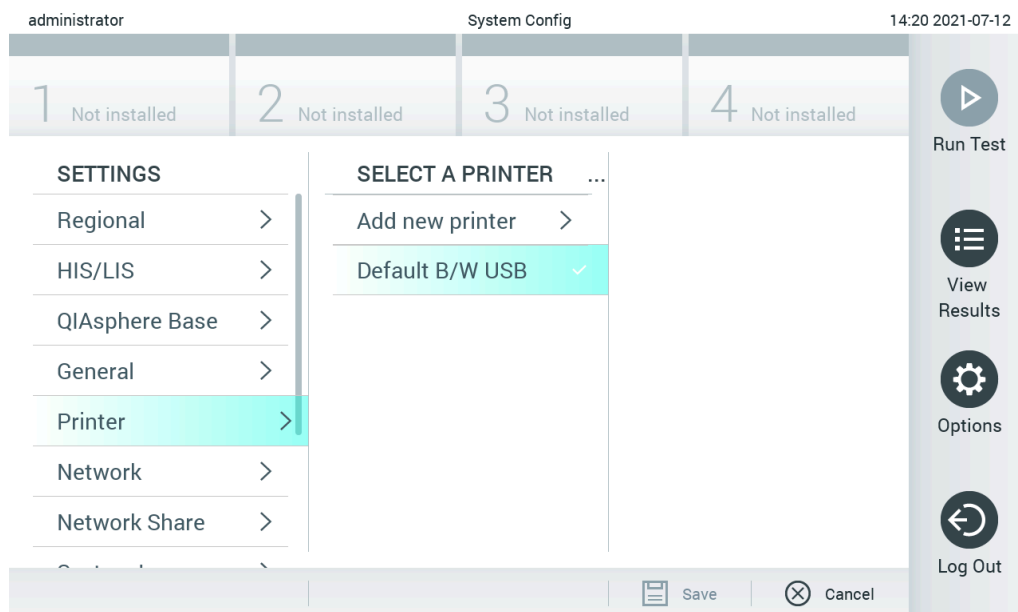

Рис. 99. Установлення принтера зі стандартним драйвером
2. Виберіть принтер за замовчуванням під назвою Default B/W USB (Рис. 99)